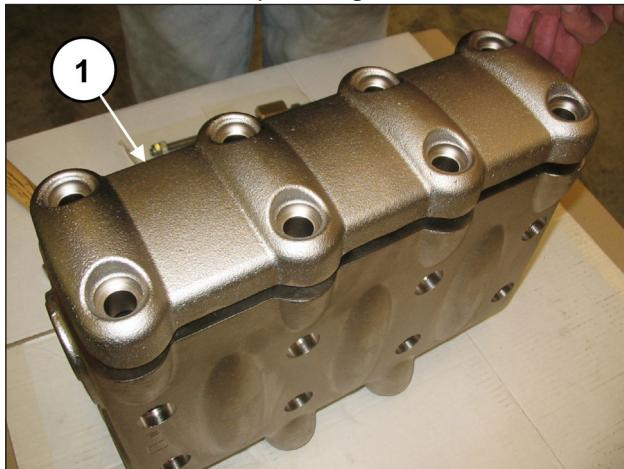

Fig. 105
Dopo aver terminato il montaggio dei gruppi valvola e del tappo valvola applicare il coperchio valvole (pos. ①, Fig. 105) e avvitare le 8 viti M16x55 (pos. ①, Fig. 106).